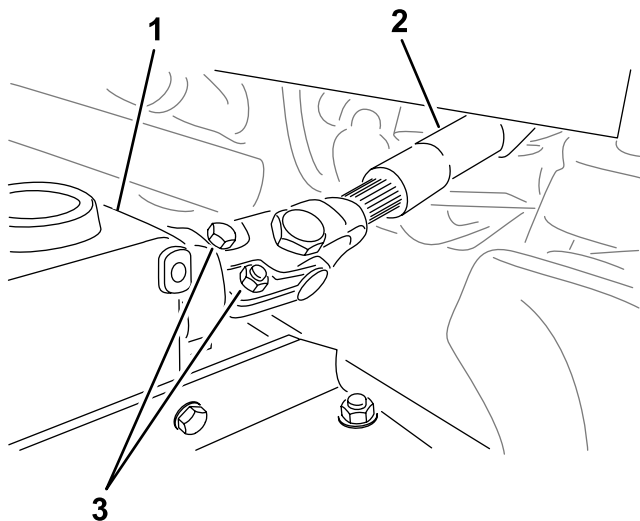

Bild 21
- Entfernen Sie die Schrauben und Muttern von der Zapfwelle (Bild 21) und schieben Sie das Joch aus dem Getriebe.